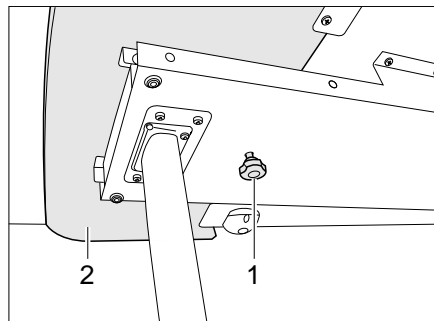
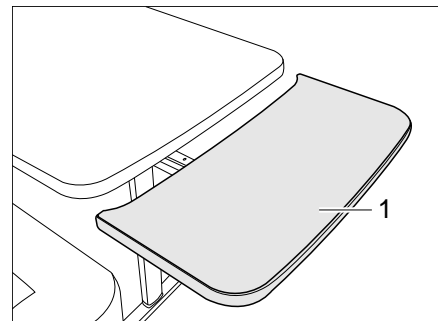

Bild 95 Verriegelung der Tischplattenverlängerung
Bild 96 Tischplattenverlängerung
- Rändelschraube (Bild 95,1) lösen.
- Tischplattenverlängerung (Bild 95,2) bis zum Anschlag herausziehen (Bild 96).
- Tischplattenverlängerung (Bild 96,1) in einem Bogen nach oben führen. Die Tischplattenverlängerung liegt bündig an der Tischplatte an.
- Tischplattenverlängerung (Bild 96,1) bis zum Anschlag von der Tischplatte wegziehen und gegen den Widerstand der Haltefedern nach unten drücken. Die Tischplattenverlängerung fährt in einem Bogen nach unten (Bild 96).
- Rändelschraube (Bild 95,1) festziehen.